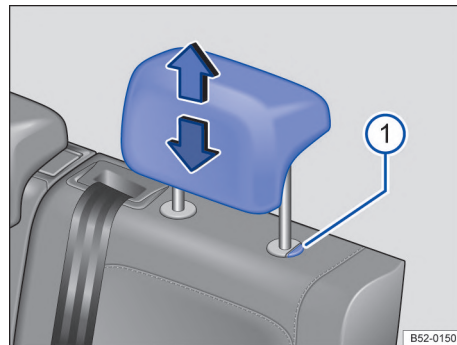

Fig. 67 Apoyacabezas trasero: ajustar.
- Mover el apoyacabezas hacia arriba o hacia abajo en el sentido de la flecha con la tecla → fig. 67 ① presionada → ⚠ en *Introducción al tema* de la pág. 84.
- Retirar el apoyacabezas con el botón → fig. 67 ① presionado. ▶
- Empujar hacia abajo el apoyacabezas con la techa → fig. 67 ① presionada.